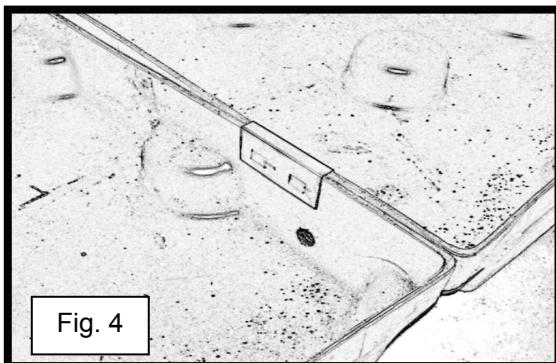

Fig. 4
- 4) S'assurer que l'attache est bien enfoncee et est au ras des bords supérieurs des dispositifs d'accumulation (consulter la fig. 4).